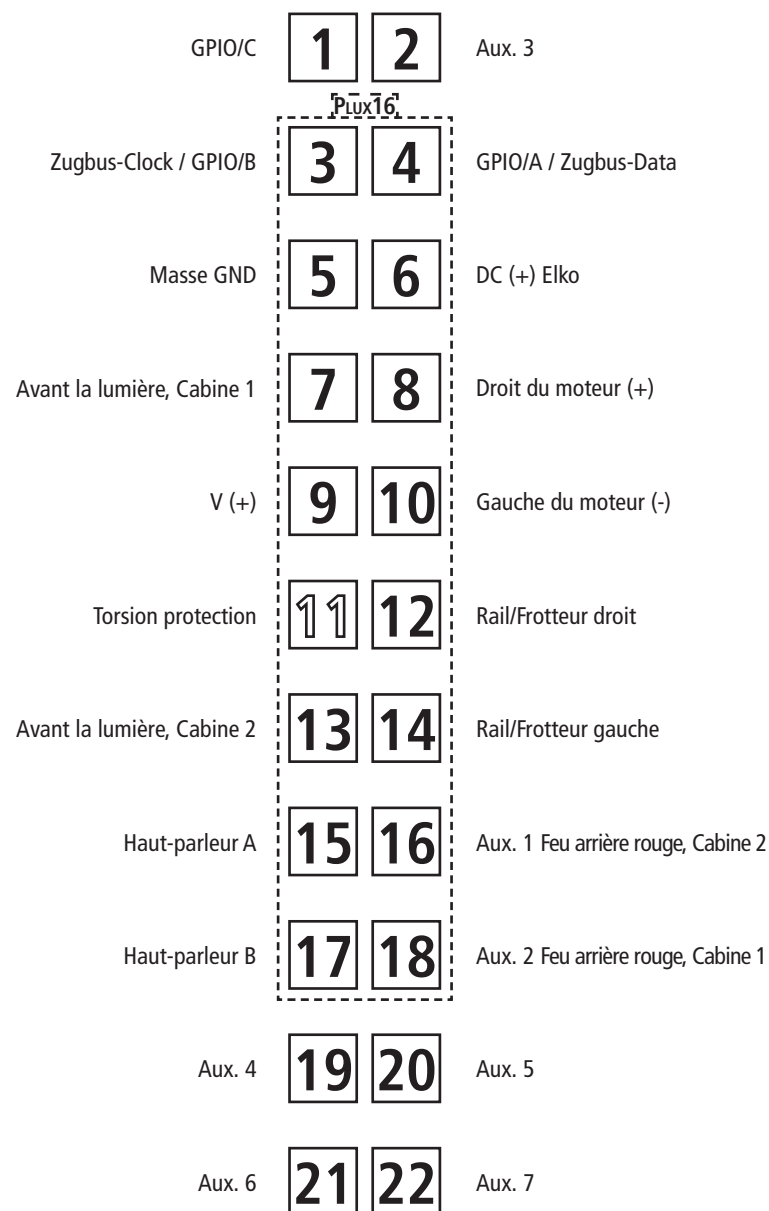

Fig. 5
2. Graissage: N'appliquez **qu'une toute petite goutte** aux endroits indiqués par le plan de graissage (fig. 5) après avoir démonté la caisse de la locomotive (fig. 3). Nous vous recommandons **le graisseur à huile ROCO réf. 10906**. Pour graisser les engrenages (roues dentées, vis sans fin) nous vous conseillons la **graisse spéciale ROCO réf. 10905** pour engrenages en matières synthétiques. Lorsque vous utilisez cette graisse il faut éviter d'huiler ces composants.